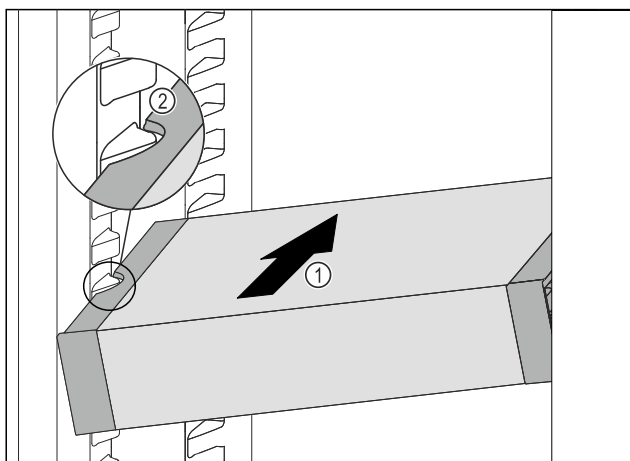

Fig. 171
- VarioSafe gurajte koso u hladnjak Fig. 171 (1) sve dok se bočni otvori Fig. 171 (2) ladice VarioSafe ne nađu na visini žlijeba spremnika u hladnjaku.